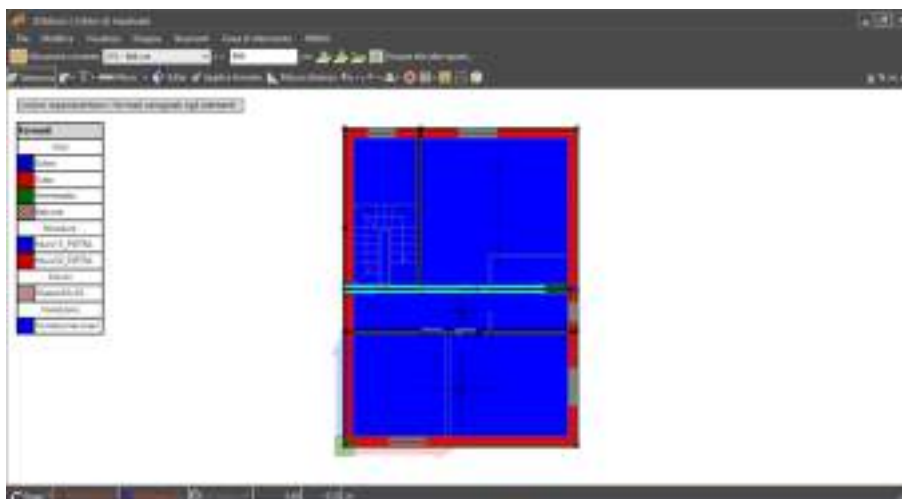

Figura 295. Visualizzazione delle linee di pianta in base all'elemento-tipo assegnato.
**Colora in base al formato (CTRL+F).** Gli elementi dell'editor di pianta possono essere visualizzati in base al colore del formato (ossia dell'elemento-tipo) assegnato (cfr. § 4.3.4). Nell'esempio riportato in Figura 295) tre linee di pianta hanno il medesimo elemento-tipo e vengono colorate in blu, mentre quella rossa è colorata diversamente perché caratterizzata da un elemento-tipo diverso.